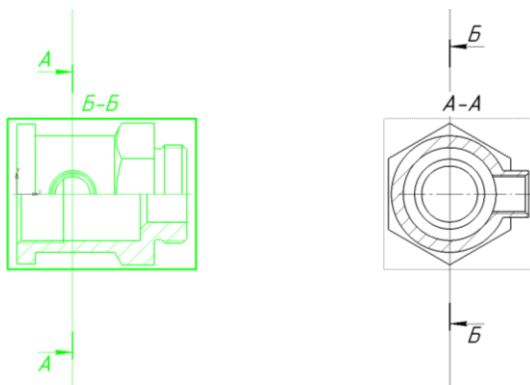

Рис. 14 Команда «Надпись вида»
- **Вид 1 (Вид Спереди) сделать активным.** Вызвать контекстное меню, присвоить изображению обозначение *Б-Б* (рис. 14), используя команду «Надпись вида».